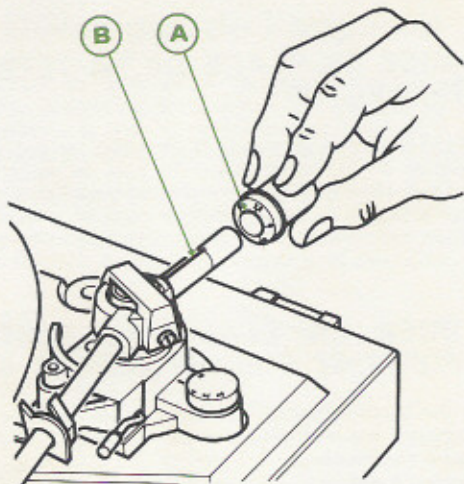

Fig. 4
- L'équilibrage du bras ayant été effectué, tourner la bague graduée (A) du contrepois pour mettre le chiffre zéro en face du repère fixe (B) (voir Fig. 4).
- Visser l'ensemble contrepois (11) et bague (A) pour mettre le chiffre 2 de la bague en coïncidence avec le repère fixe (B).